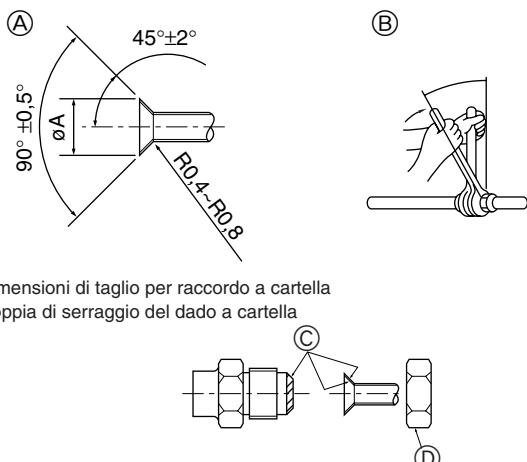

Fig. 5-1
(A) (Fig. 5-1)
(B) (Fig. 5-1)
5.2. Collegamento dei tubi (Fig. 5-1)
- Stendere uno strato sottile di oliorefrigerante sul tubo e collegare la superficie di appoggio prima di serrare il dado a cartella. (A)
- Serrare i raccordi dei tubi usando due chiavi. (B)
- Applicare olio adatto alle macchine di refrigerazione sull'intera superficie di alloggiamento svasata. (C)
- Utilizzare i dadi a cartella nel modo seguente. (D)